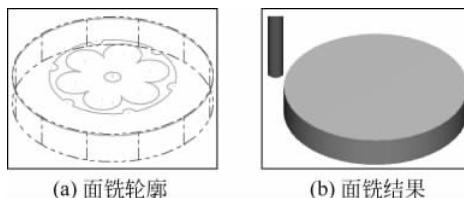

图 5-20 面铣加工
对如图 5-20(a)所示的轮廓进行面铣加工，结果如图 5-20(b)所示。
- (1) 建立模型如图 5-20(a)所示。